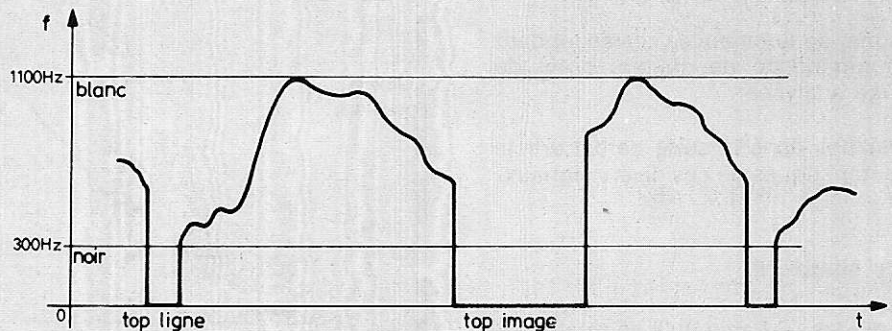

Figure 4
- la fréquence de la porteuse ou de la sous-porteuse correspondant au niveau infra-noir de synchronisation, on code le noir par un  $\Delta F$  de 300 Hz et le blanc par un  $\Delta F$  de 1 100 Hz. L'information vidéo se trouve donc dans une plage allant de  $\Delta F$  300 Hz à  $\Delta F$  1 100 Hz (voir figure 4).